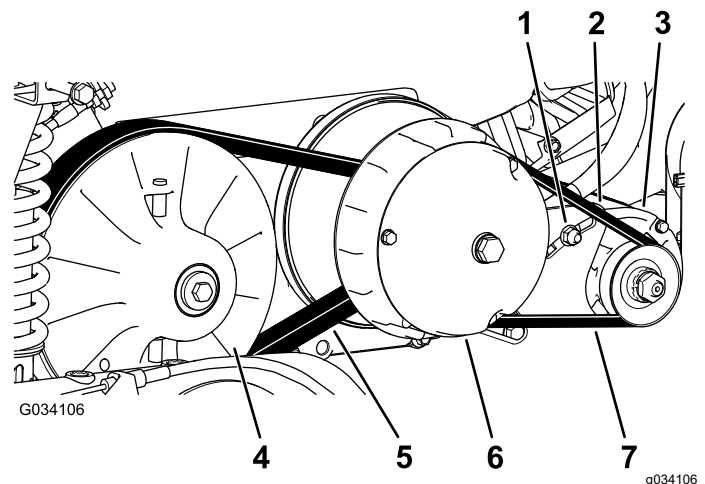

Figura 65
6. Haga girar la correa e inspecciónela (Figura 65) para asegurarse de que no está excesivamente desgastada o dañada.
3. Haga girar la correa y llévela sobre el embrague secundario (Figura 65).
4. Retire la correa del embrague primario (Figura 65).
5. Coloque la correa nueva sobre el embrague primario (Figura 65).
6. Haga girar la correa y llévela sobre el embrague secundario (Figura 65).
2. Afloje la tuerca del pivote del generador de arranque (Figura 65).
4. Aplique presión hacia abajo sobre la palanca para hacer girar el motor de arranque hacia abajo en la ranura, hasta que la tensión de la correa solo permita una desviación de 6 mm con 44 N de fuerza (Figura 65).
5. Apriete la tuerca del pivote a mano y retire la palanca (Figura 65).